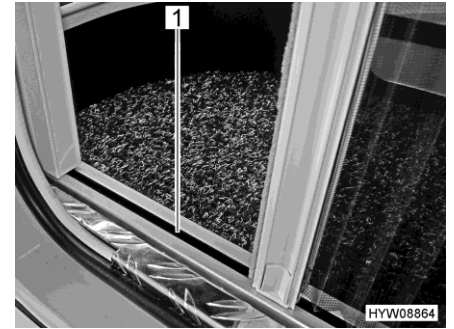

Bild 41 Insektenschutz (untere Führung)
- ▷ Griffleiste beim Schließen und Öffnen mit beiden Händen greifen. So verringert sich das Risiko, dass der Insektenschutz in den Führungen (Bild 41,1) verkantet.